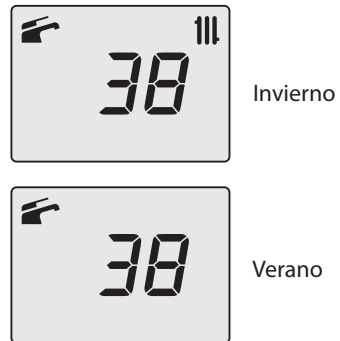

Figura 9.15
- Volviendo a pulsar simultáneamente durante 10 segundos los botones 12-13-14 (Figura 9.9) se sale de la "modalidad deshollinador" y se vuelve al estado anterior de la caldera (Figura 9.15).